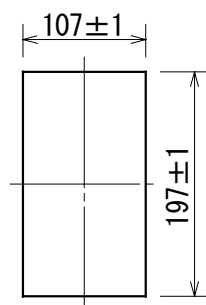

図7 パネルカット寸法図
(2) パネル埋込式の取付方法
- ① パネルに図7のように角穴をあけてください。